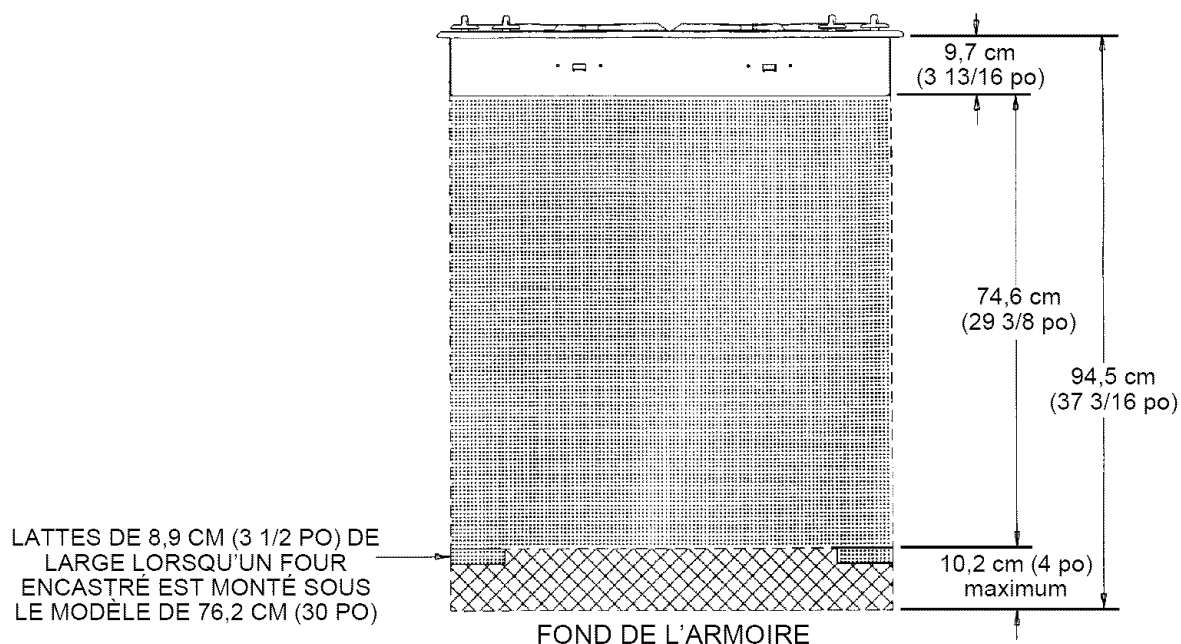

FIGURE 6
REMARQUE 1 : La pose de cet appareil et son raccordement au gaz et à l'électricité doivent être effectués avant la pose du four. Voir les illustrations (Informations sur le câblage électrique, page 7, figure 6) pour l'emplacement recommandé pour le raccordement à l'alimentation électrique.
Cet appareil est équipé d'un cordon d'alimentation avec raccordement à la terre. Il doit être branché dans une prise de courant reliée à la terre. Il est recommandé, pour plus de facilité, que la prise soit placée (en référence à la figure 6) tel qu'indiqué en A ou B.
- Si aucun autre appareil ne doit être posé sous cette plaque de cuisson dans le périmètre de la partie ombrée ou de la partie hachurée indiquée à la figure 6.
- dans la partie hachurée indiquée à la figure 6 ou
Si un four encastré doit être posé sous cet appareil et que la prise de l'appareil monté sur le comptoir doit être posée dans la partie hachurée indiquée à la figure 6 :